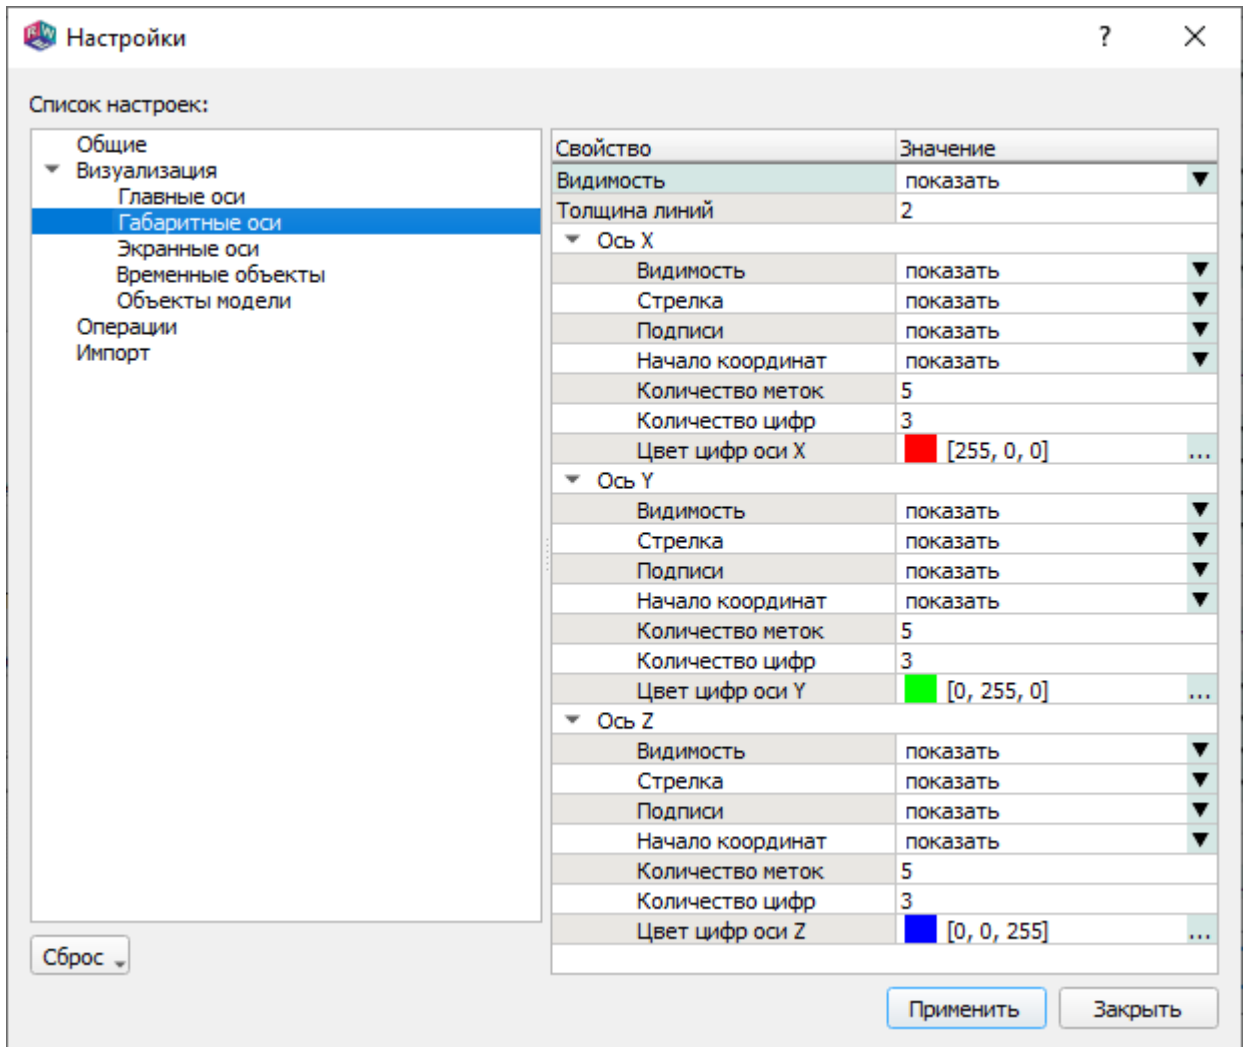

Рис. 195
17.3.3.1. Вид страницы настроек габаритных осей геометрической модели показан на рис. 195.